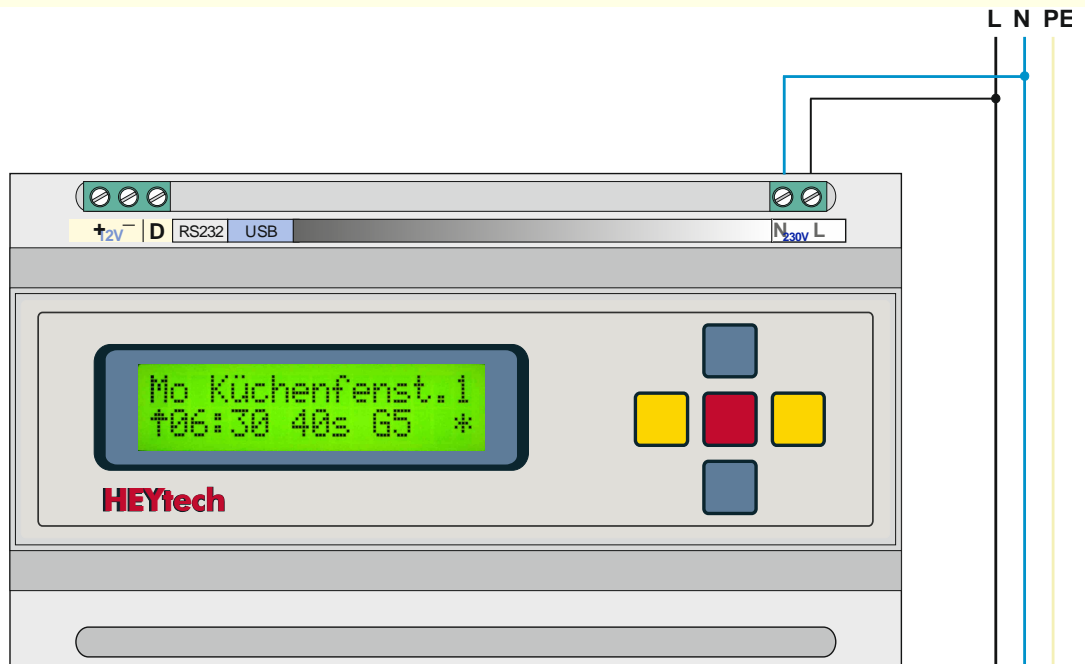

Abbildung 1: Anschlussbild RS879MF, 230V-Netz
- Der Anschluss der Steuerung an das 230V-Netz erfolgt gemäß Abbildung 1 durch Verbindung der mit L und N gekennzeichneten Schraubklemmen mit den entsprechenden Netzleitungen.